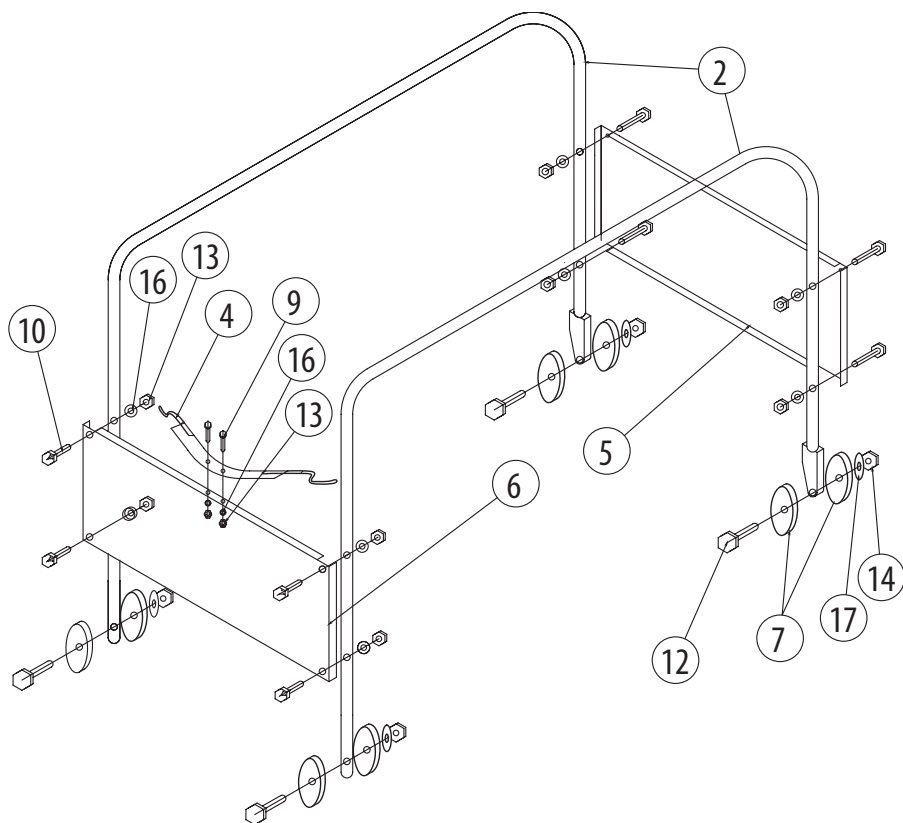

рисунок 1
5.2 Сборка тележки (рисунок 1):
- прикрепить пластины (5 и 6) к опорам подвижным (2);
- с отверстиями (6) – со стороны длинных ножек;
- без отверстий (5) – со стороны ножек с кронштейном колеса
- прикрепить к пластине с отверстиями фиксатор пружинный (4)
- прикрепить к опорам подвижным (2) колеса (7)